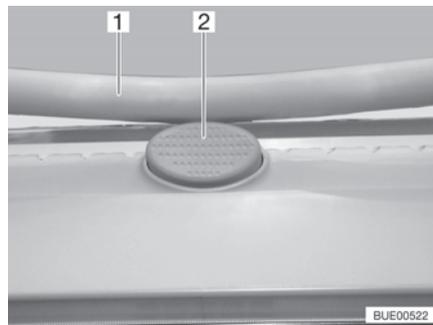

Fig. 43 Botón de seguridad (claraboya Heki)
- Pulsar el botón de seguridad (Fig. 43,2) y tirar el estribo (Fig. 43,1) hacia abajo con ambas manos.
- Presionar el estribo hacia arriba con ambas manos hasta que el estribo se encuentre encima del botón de seguridad (Fig. 43,2).